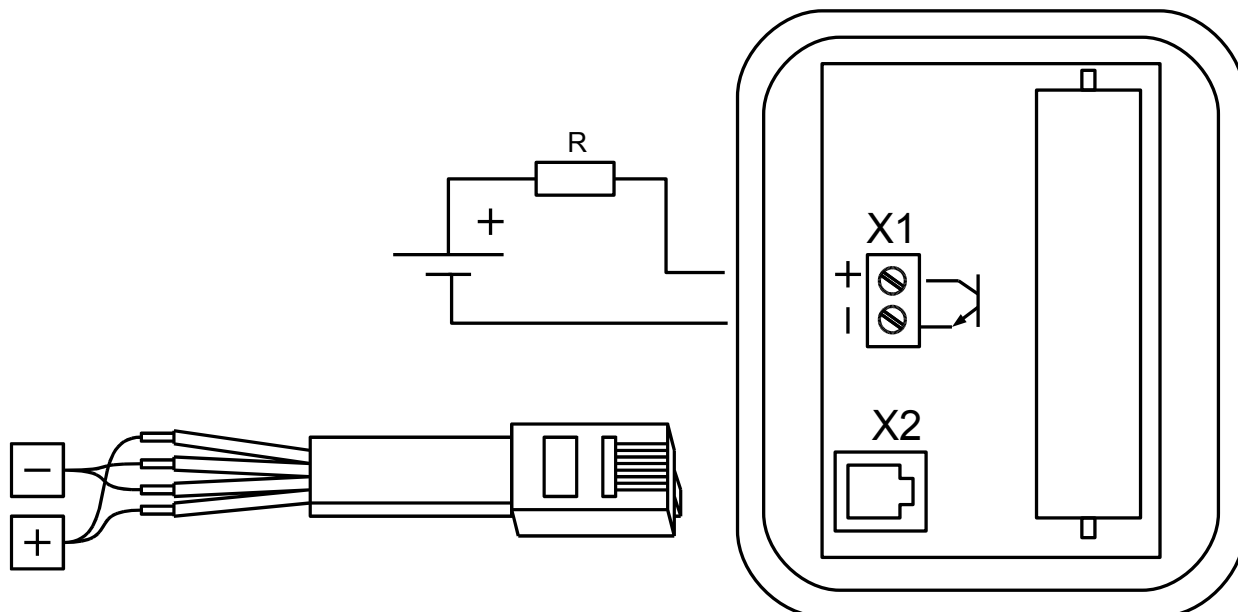

Рис. 1
Монтаж электрических цепей расходомеров производить в соответствии со схемой, приведенной на рис.1.
2.2.1 Подключить к расходомеру требуемую внешнюю нагрузку при помощи любого из разъемов X1 или X2, в соответствии со схемой Рис.1.
Собирают схему в соответствии с рис.1.